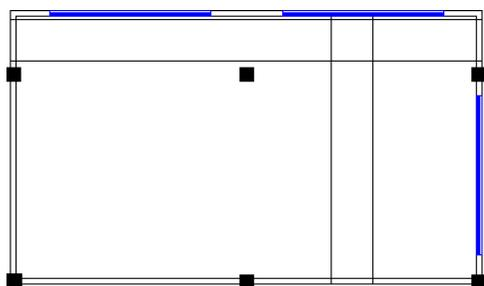

图 17.12.25 编辑偏移直线
Step10. 分别选中 Step9 创建的偏移直线, 将其拉长至合适的位置, 完成后如图 17.12.25 所示。